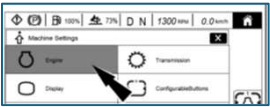

Fig. 5
5. Wählen Sie: "Motor" (fig. 5)